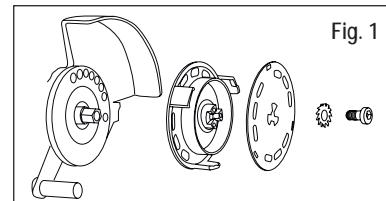
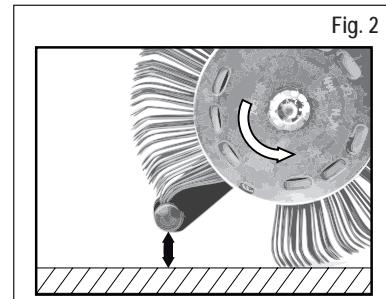

Fig. 1
Fig. 2
- Întrerupeți alimentarea cu aer comprimat și apoi fixați în mod corect pe aparat banda *MBX*® Die Blaster® de 11 mm împreună cu sistemul de prindere AS012 (respectați direcția de rotație) și cu șaiba evantai și șurubul aferent. Vezi Fig. 1 și Fig. 2
- Utilizați o bandă MBX® în direcția greșită de rotație? – Ajustați banda cu perii astfel încât să meargă în direcția corectă (vezi capitolul 6, Punerea în funcțiune, Fig. 2).